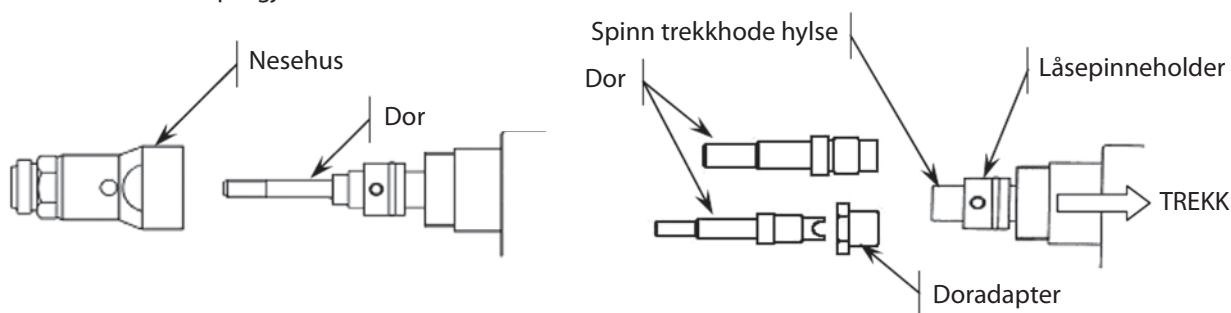

Figur 4: POP NUT™ dorutløser
3. Ta nesestykket av verktøyet ved å løsne låsemutteren og skru den av (figur 4).